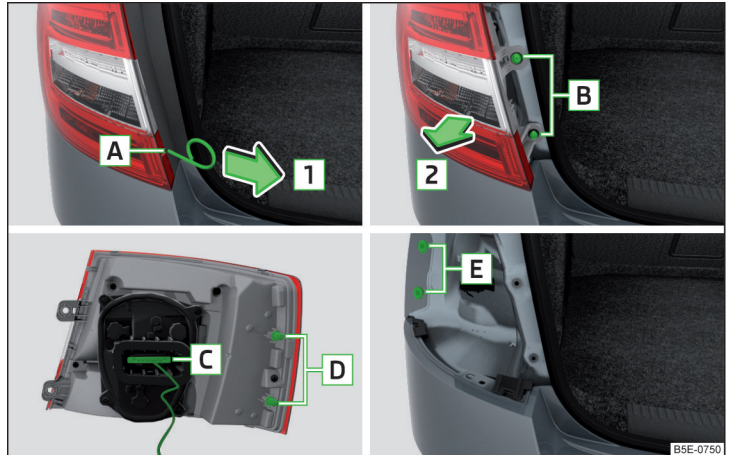

Abb. 366 Leuchte ausbauen
- In die Öffnung **A**¹⁾ » Abb. 366 den Bügel zum Abziehen der Radvollblenden einführen.
- Die Leuchte mit den Zapfen **D** in die Aufnahmen **E** in der Karosserie einsetzen » Abb. 366.